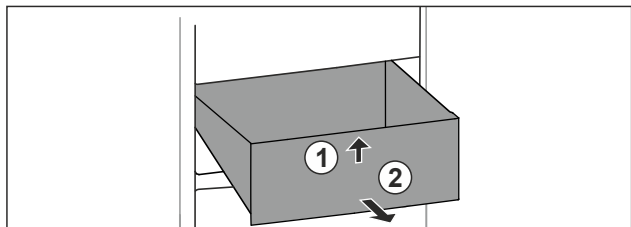

Fig. 66
- ▶ Повдигнете чекмеджето отпред. Fig. 66 (1)
- ▶ Извадете чекмеджето напред. Fig. 66 (2)